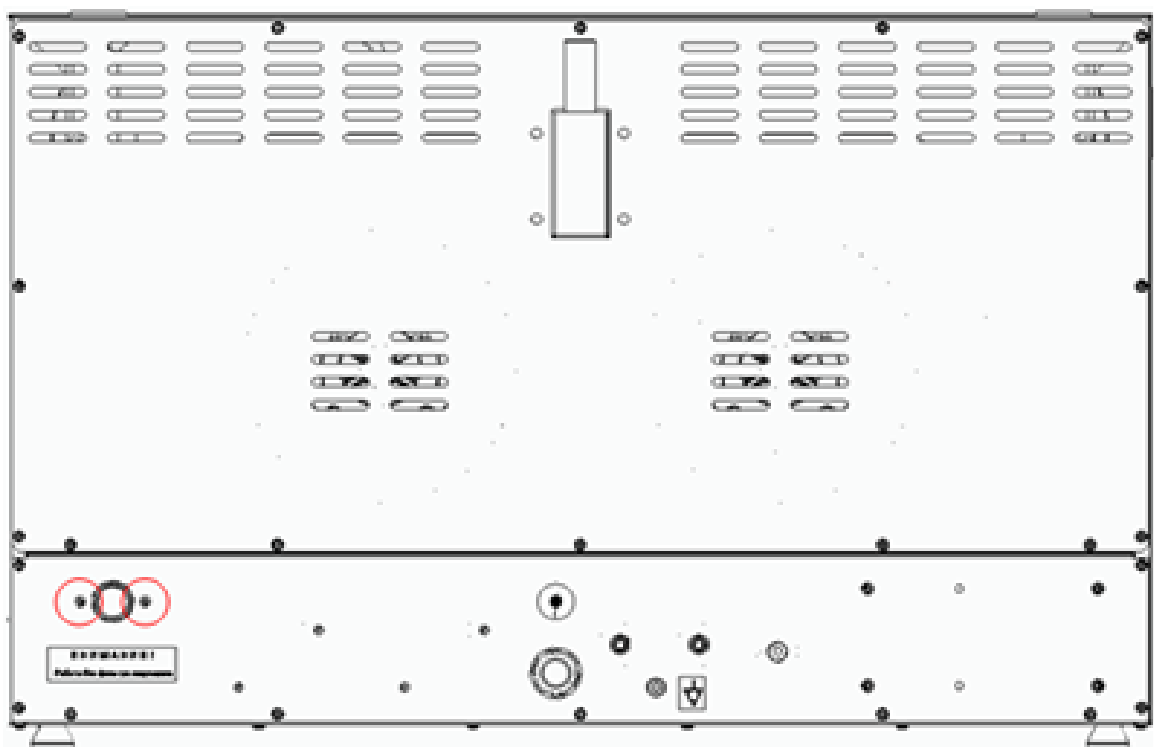

Рис. 2
4. Используя отвертку с крестовым шлицем, снять винты крепления (2 шт.) клапана электромагнитного (см. рис. 2).
21. Клапан электромагнитный зафиксировать винтами (см. рис. 2) на щит монтажный при помощи отвертки с крестовым шлицем.